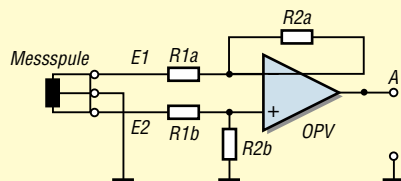
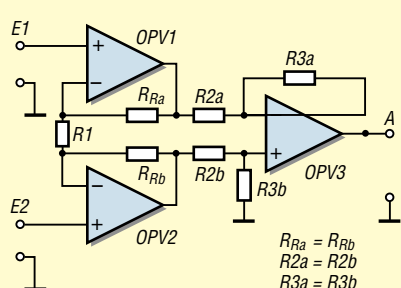

Bild 3: Symmetrische Ankopplung an den Differenzverstärker
Bild 6: Instrumentationsverstärker
Bild 6: Messbeispiel eines mit dem SYN500 und der Networkanalyzer-PC-Software vermessenen Helixfilters. Die blaue Messkurve (1) zeigt das Durchlassverhalten des Filters von 130 bis 160 MHz. Die rote Kurve zeigt die Anpassung, wobei die SWV-Messbrücke Verwendung fand. Gut zu erkennen ist auch die zweite Markerebene mit den gelben Markern.
Bild 3 zeigt eine Messanordnung mit einem angeschlossenen Detektor und einem SMA-Abschlusswiderstand als Messobjekt (DUT). In Bild 6 sehen Sie den Beispiel-ausdruck der Messung eines Helixfilters für 145 MHz, das mit SYN500 abgeglichen wurde.
Ideal ist es, die Schaltung aus Bild 3 so zu verändern, dass die beiden eingangsseitigen Operationsverstärker einen größeren Anteil an der Verstärkung haben als der eigentliche Differenzverstärker. Dadurch verbessert sich die Gleichtaktunterdrückung und die Gesamtverstärkung kann mit $R1$ variiert werden, Bild 6.